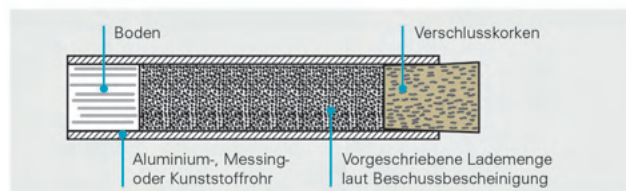

Abb. 26: Dosierung der Pulvermenge für einen Schuss (abgepackte Einzelladung)
- Die vorgeschriebenen Pulverladungen sind abzuwiegen oder mit einem Messbecher entsprechend den Angaben in der Beschußbescheinigung als abgepackte Einzelladungen vor dem Schießen abzufüllen (s. Abb. 26).